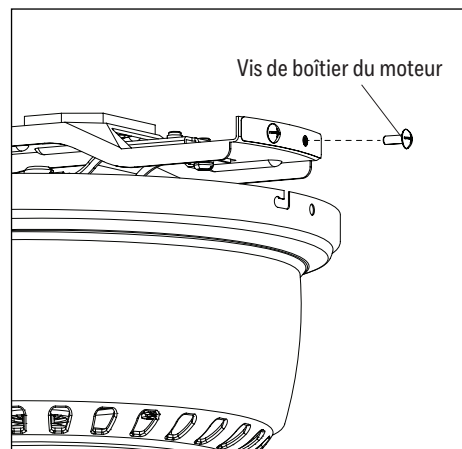

Figure 4.2
- Soulevez temporairement le boîtier du moteur jusqu'à la hauteur du support de fixation supérieur de façon à repérer les deux vis de boîtier du moteur des côtés du support de fixation supérieur qui sont alignées sur les fentes du rebord supérieur du boîtier du moteur. Desserrez partiellement ces deux vis. Retirez les deux autres vis de boîtier du moteur qui se trouvent sur les côtés opposés du support de fixation supérieur (Figure 4.2).